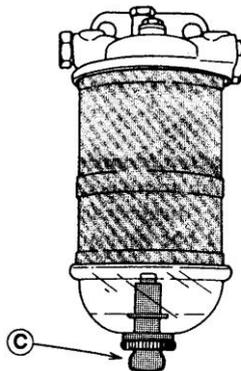

Fig.5
*h) Purge de l'eau dans le filtre à décanteur (fig.5)*